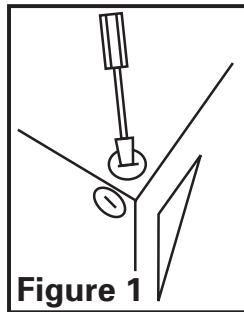

Figure 1
- Choisir un emplacement pour votre ventilateur. Pour assurer la meilleure performance du débit d'air et sonore, il est recommandé que la longueur des conduits et que le nombre de coudes soient gardés au minimum et que des conduits rigides isolés soient utilisés. Ce ventilateur nécessitera au moins 20,3cm (8po) de dégagement dans le plafond ou le mur, et s'installe au travers de cloison sèche d'une épaisseur de jusqu'à 1,9cm (3/4po). Le ventilateur s'installe entre 40,6cm ou 61cm (16po ou 24po) au centre des solives à l'aide des quatre (4) traverses de montage incluses.
- Sélectionner l'alvéole défonçable la mieux appropriée et l'enlever à l'aide d'un tournevis à lame plate (**Figure 1**).